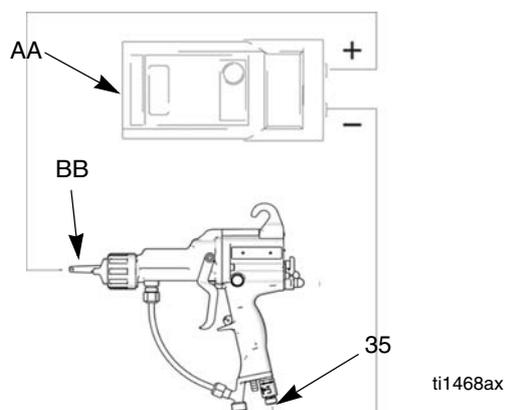

Fig. 8. Test de la résistance totale du pistolet
<p>Risque d'incendie, d'explosion et de décharge électrique</p> <p>Le mégohmmètre réf. n° 241079 (AA - consultez de la FIG. 8 à la FIG. 12) n'est pas homologué pour une utilisation en zone dangereuse. Afin de réduire le risque d'étincelles, n'utilisez pas de mégohmmètre pour vérifier la mise à la terre, sauf si :</p> <ul style="list-style-type: none"> • le pistolet est sorti de la zone dangereuse ; ou • si tous les dispositifs de pulvérisation se trouvant dans la zone dangereuse sont arrêtés, que les ventilateurs de la zone dangereuse fonctionnent et qu'il n'y a aucune vapeur inflammable dans cette zone (p. ex. des réservoirs de solvant ouverts ou des vapeurs de pulvérisation). <p>Tout manquement à cet avertissement peut provoquer un incendie, une explosion ou une décharge électrique et entraîner des dommages corporels et matériels graves.</p>
Mesurez la résistance entre l'extrémité de la sonde de charge (BB) et le pivot pneumatique (35) (consultez la FIG. 8) ; elle doit être comprise entre 90 et 130 mégohms. Si elle se trouve hors de cette plage, passez au test suivant. Si elle se situe dans cette plage, consultez la section **Réparation du pistolet**, page 27 pour connaître les autres causes possibles de mauvaises performances.